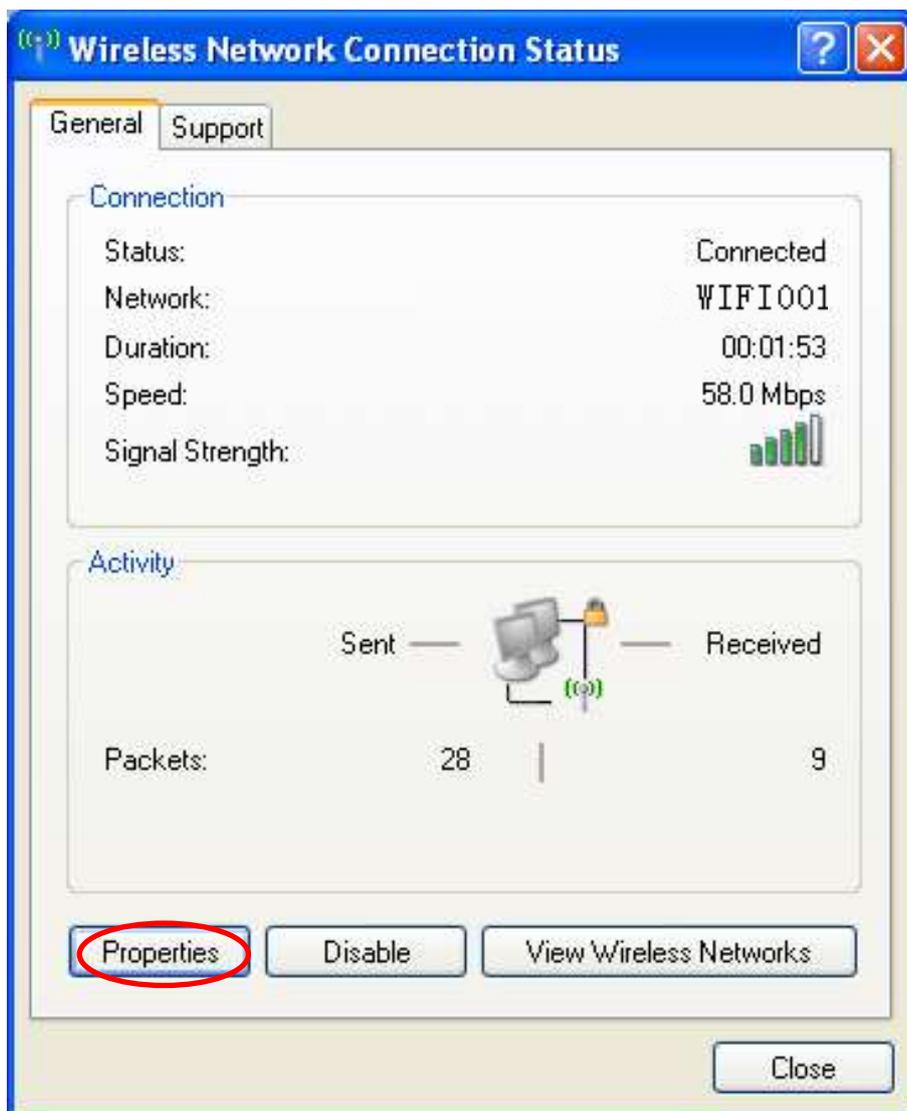

Figura 9
- ② En el cuadro de dialogo “Estado de conexión inalámbrica” haga clic en propiedades (Figura 9).